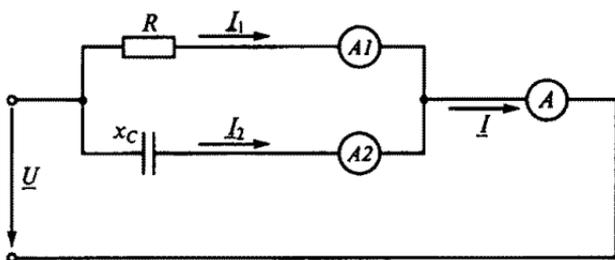

Рис. 96
3.51. В цепь синусоидального тока на рис. 96 включены три амперметра. Каким будет показание амперметра A_2 , если амперметры A и A_1 показывают соответственно 10 А и 6 А?